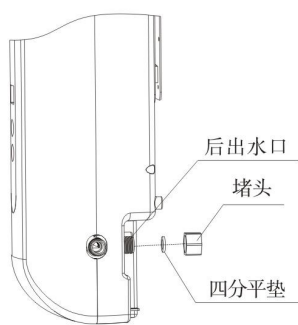
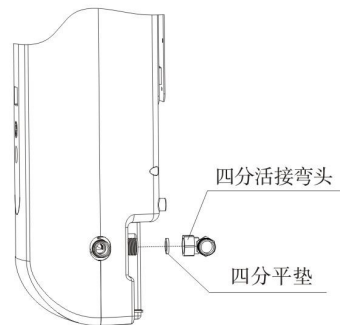
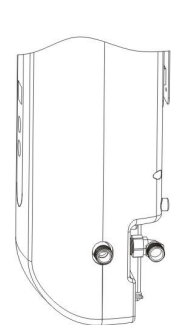

图16
图17
图18
1、安装主机后出水口的四分活接弯头。拆除主机上后出水口的密封堵头如图16所示，取出配件盒里的四分活接弯头，拧紧在后出水口如图17所示，注意放平垫，安装好后的示意图如图18所示。